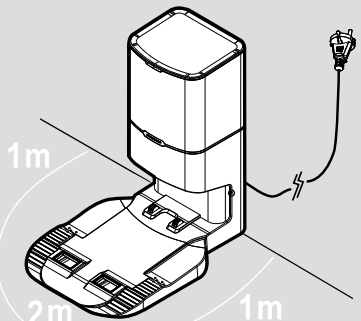

Fig. 2
1. Tilslut støvopsamlingsbasen. **[Fig. 2]**
4. Der må ikke være andre genstande i området omkring støvopsamlingsbasen 2 meter foran og 1 meter på hver side. **[Fig. 2]**